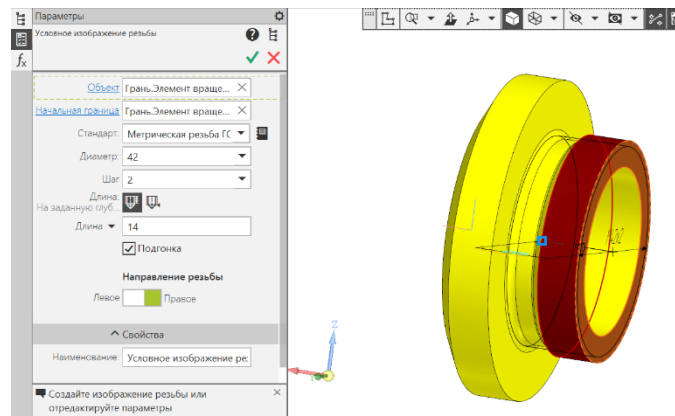

Рис. 10 Команда «Условное изображение наружной резьбы»
- **Твердотельное моделирование – Обозначения – Условное изображение резьбы.** Параметры команды Условное изображение резьбы: объект – Элемент вращения 1; начальная граница – Элемент вращения 1; стандарт – Метрическая резьба с мелким шагом ГОСТ24705–2004; диаметр – 42; шаг – 2; конечная граница – Ребро. Проточка наружная М42 х 2; направление – Правая (рис. 10).